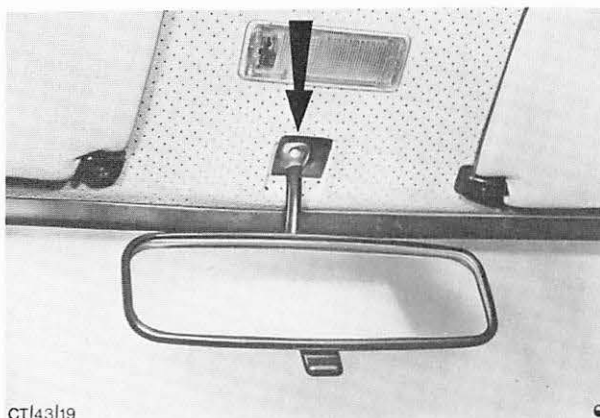

Abb. 35 Haltefuß und Schraube der Innenspiegelbefestigung
1. Abdeckung herunterziehen, Schraube am Spiegelfuß herausdrehen und Spiegel abbauen, Abb. 35.